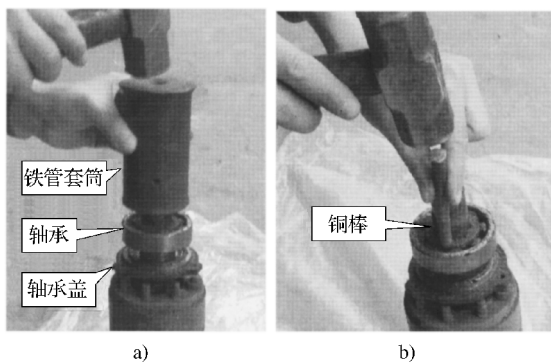

图 2-12 安装轴承
1) 安装清洗后的轴承 轴承一般采用冷装法,即把轴承内盖套入转轴,再把轴承套在转轴上,然后用一根长约 300mm,内径略大于轴颈直径的铁管顶住轴承内圆,将轴承轻轻敲打到位,如图 2-12 所示。如果没有铁管,也可用铜棒顶住轴承内圆,对称敲入。